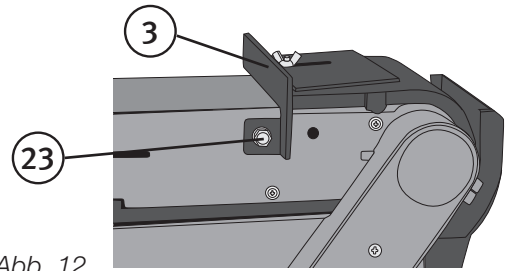

Abb. 12
3.5 Anschlag montieren (Abb. 12)